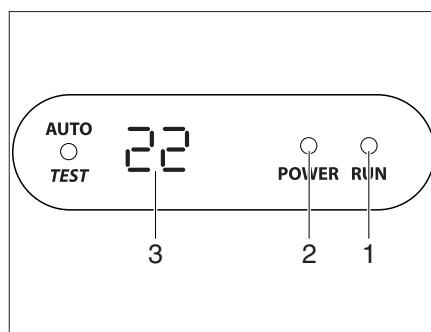

Bild 341 Display am Diffusor
- Fahrzeug an die 230-V-Versorgung anschließen. Die Klimaanlage ist betriebsbereit. Die LED (Bild 341,2) am Display des Diffusors leuchtet rot.
- Zum Einschalten den Ein-/Ausschalter (Bild 340,2) auf der Fernbedienung drücken. Die LED (Bild 341,1) leuchtet grün, wenn die Klimaanlage im Kühlbetrieb arbeitet. Die LED (Bild 341,1) leuchtet rot, wenn die Klimaanlage im Heizbetrieb arbeitet.